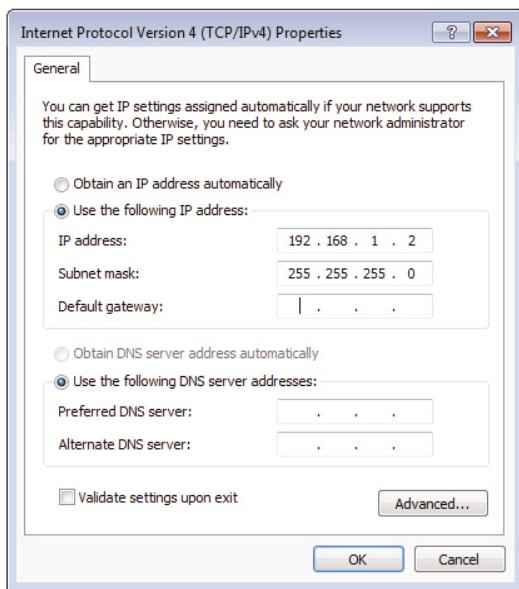

Рис. 10. Окно «Internet Protocol Properties» (Свойства Интернет-протокола).
6. Выберите в **Use the following IP Address (Использовать следующий IP-адрес)** статический IP-адрес и введите данные, как показано на рис. 10. В случае с TCP/IPv4 Вы можете использовать любой IP-адрес в диапазоне от 192.168.1.1 до 192.168.1.255 (за исключением 192.168.1.39), который предоставляется отделом информационных систем.